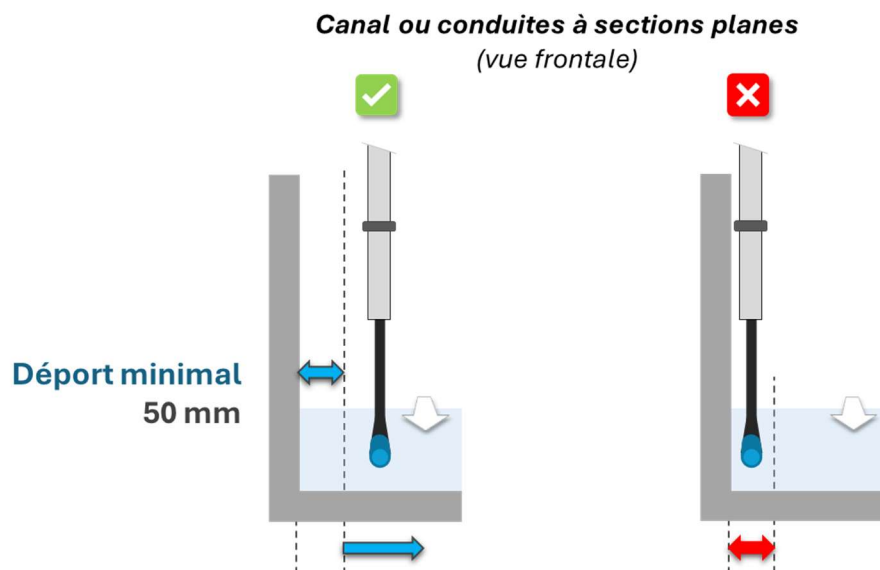

Figure 11 : Distance minimale de dégagement du biocapteur NODE LM dans un canal ouvert ou à sections planes.
- Dans un canal ouvert ou canalisation à sections planes, une distance de dégagement d'au moins 50 mm doit être respectée afin de limiter l'accroche de macrodéchets entre la paroi et le capteur (Figure 11).